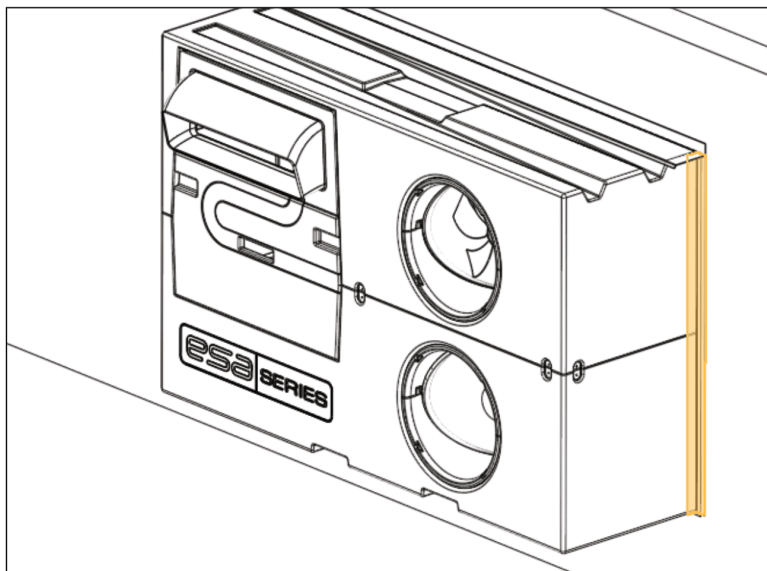

Figure 13 Alignement des moulures d'égouttement de côté
- a. Installer une moulure angulaire extérieure (moulure en J) de chaque côté de l'échangeur comme illustré à la Figure 13.